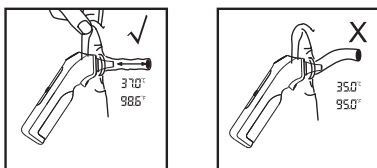

Figure 8
3. Insérez la sonde le long du conduit auditif aussi profondément que possible dans l'oreille, comme le montre la Figure 8. Appuyez ensuite sur le Bouton «Prise de température» pour lancer la mesure. Un long bip retentit environ 1 seconde après l'activation du Bouton «Prise de température». Cette opération marque la fin du processus et les résultats s'affichent sur l'écran LCD.